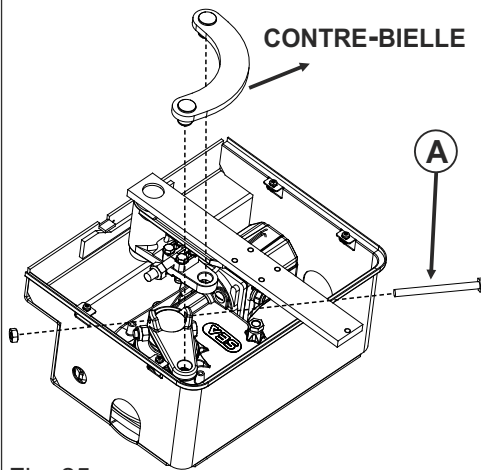

Fig. 25
5.2. Insérez la vis «A» comme indiqué et fixez-la avec l'écrou correspondant. Insérez la contre-bielle dans les trous appropriés (correctement graissés) sur le support du fin de course et sur la manivelle de l'opérateur, comme indiqué sur la Fig. 22 ou la Fig 25;